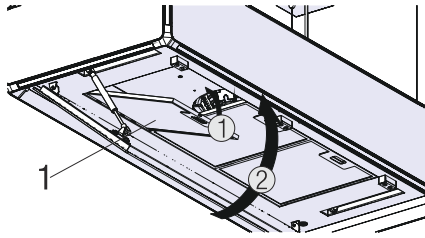

Abb. 34: Einsetzen des Edelstahl-Metallfettfilters
7. ➤ Nach der Reinigung und vollständigen Trocknung der Edelstahl-Metallfettfilter setzen Sie diese wieder in das Gerät ein und schließen die Randabsaugungsplatte (Abb. 34).